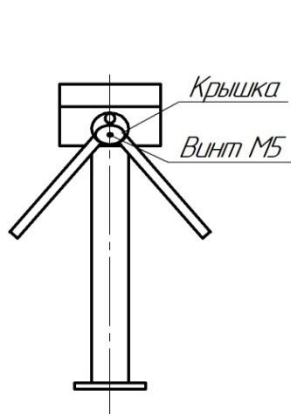

Рис. 1
6.4. Установите штанги. Для этого снимите крышку поворотного механизма, открутив винт М5 (рис.1). Закрепите штанги болтами М10, входящими в комплект штанг. Для перевода штанги «антипаника» в